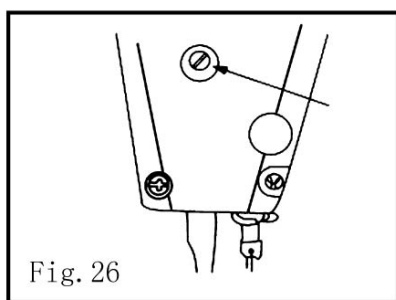

Fig. 26
23. Корректировка высоты подъема лапки (Fig.26)